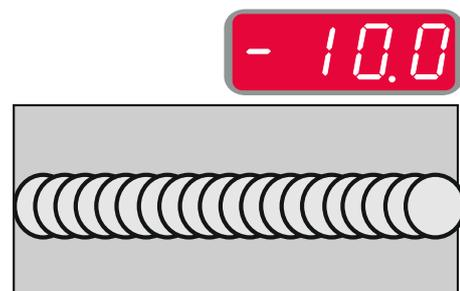

Abb. 16
- Frequenz unter 0,0 – breite Schweißse und großer Riffelabstand, langsame Arbeitsgeschwindigkeit. Abb. 16 zeigt den Abstand, wenn die Frequenz "-10" ist.